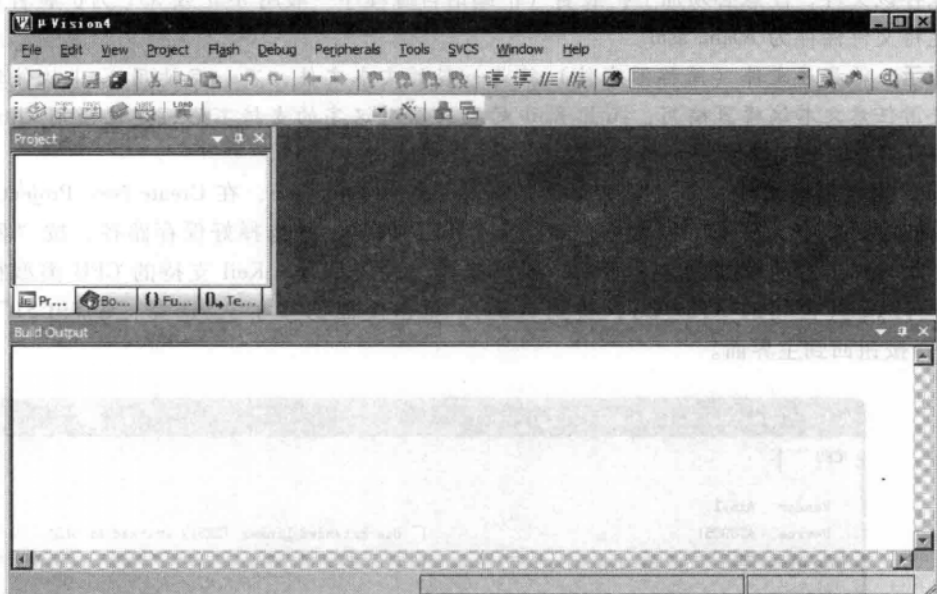

图 1-2 Keil 启动主界面
(1) 启动 Keil 确认在计算机上正确安装 Keil 软件后，双击桌面上的图标 ，即可启动 Keil 软件，启动主界面如图 1-2 所示。 μ Vision 启动后，程序窗口的左边有一个工程管理窗口，该窗口有三个标签：Files、Regs 和 Books，分别显示当前项目的文件结构、CPU 的寄存器及部分特殊功能寄存器的值（调试时才出现）和所选 CPU 的附加说明文件。如果是第一次启动 Keil，那么这三个标签页全是空的。
(2) 建立源文件 使用菜单命令 File- > New 或单击工具栏的新建文件按钮，即可在项目窗口的右侧打开一个新的文本编辑窗口，在该窗口中输入以下汇编语言源程序：